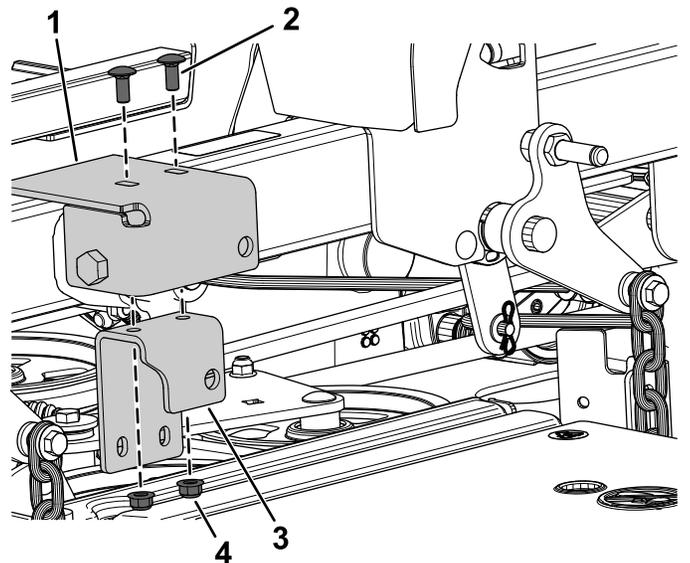

Bild 11
3. Befestigen Sie die innere Aktorhalterung mit zwei Schlossschrauben (5/16" x 3/4") und zwei Sicherungsmuttern (5/16") lose an der äußeren Aktorhalterung, wie in Bild 11 dargestellt.